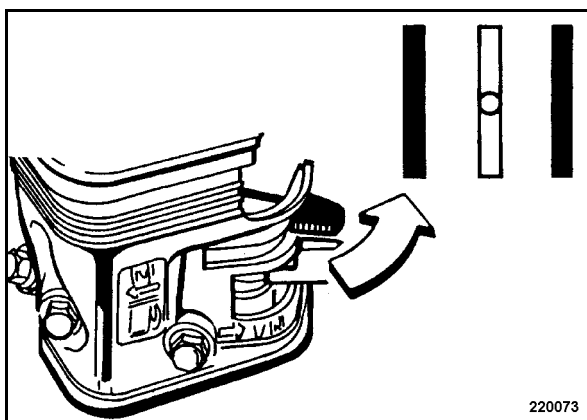

рис. 21
- Если двигатель прогрет, то постепенно открывать рычаг воздушной заслонки (рис. 21) .